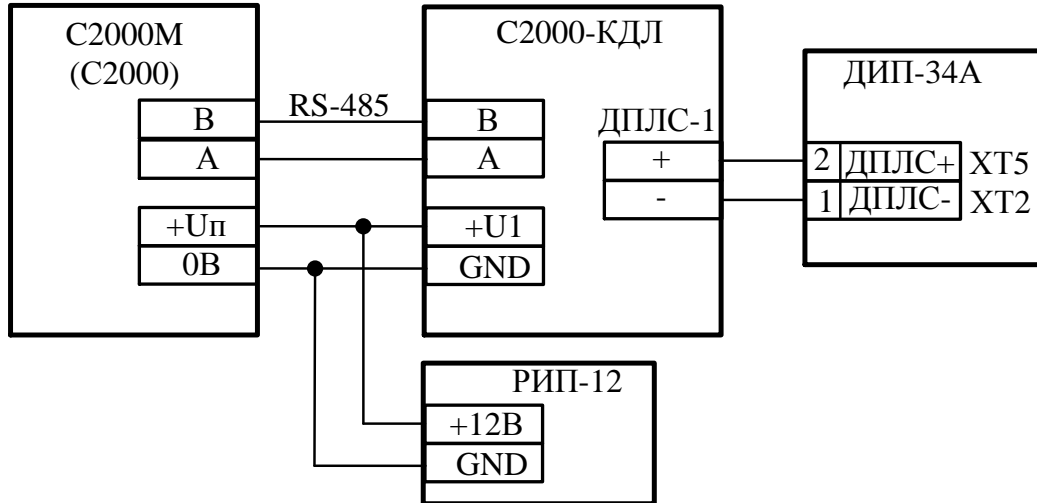

Рисунок 1. Схема подключения извещателя при проверке
1. Для проверки извещателя после очистки дымовой камеры требуется собрать схему, приведенную на рис.1: